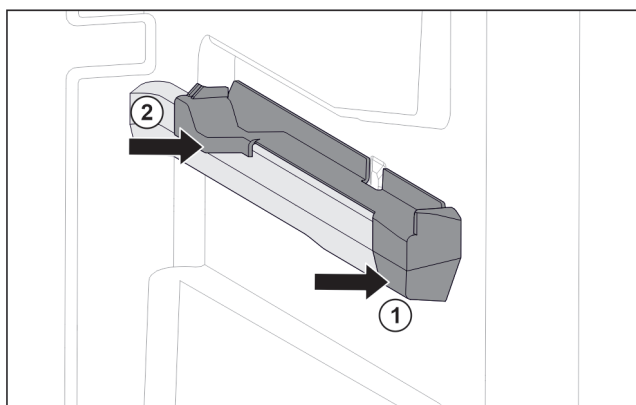

Fig. 53 Вставная часть на правом контейнерном ребре
- ▶ Наденьте вставную часть спереди на контейнерное ребро. Fig. 53 (1)
- ▶ Нажмите на вставную часть сзади. Fig. 53 (2)